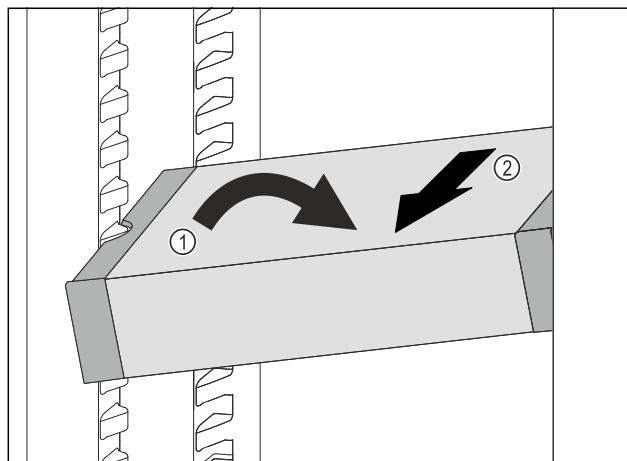

Fig. 116
- ▶ Stil VarioSafe på skrå ind i kølesektionen. Fig. 116 (1)
- ▶ Tag VarioSafe ud fremefter. Fig. 116 (2)